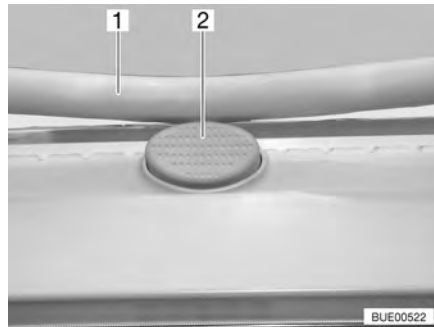

Bild 73 Låsknapp på Heki-takluckan
- Tryck på låsknappen (Bild 73,2) och dra ner bygel (Bild 73,1) med båda händerna.
- Tryck bygel uppåt med båda händerna tills bygel ligger ovanför låsknappen (Bild 73,2).